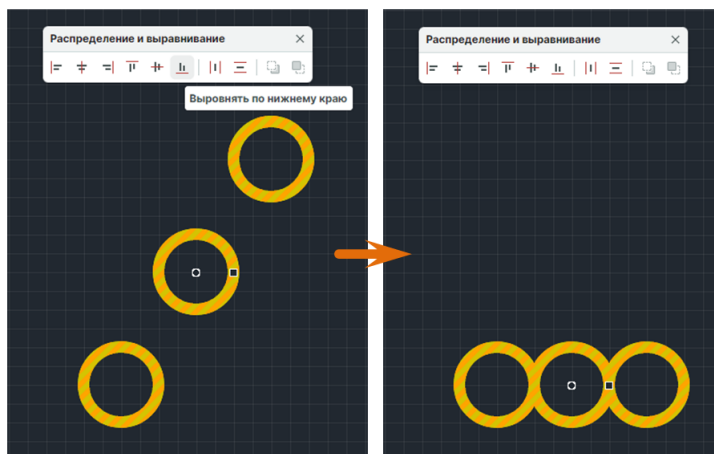

Рис. 567 Выравнивание по нижнему краю
2. На панели «Распределение и выравнивание» выберите инструмент «Выровнять по нижнему краю», который обозначен иконкой , см. Рис. 567.